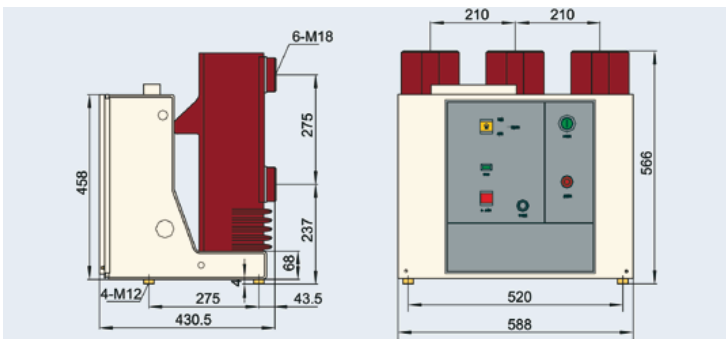

Рис. 6.4 Внешний вид и монтажные размеры выключателя ZN63A-12/T - 31.5
6.2.1 Выключатель ZN63A-12/T - 31.5 (см. рис. 6.4)